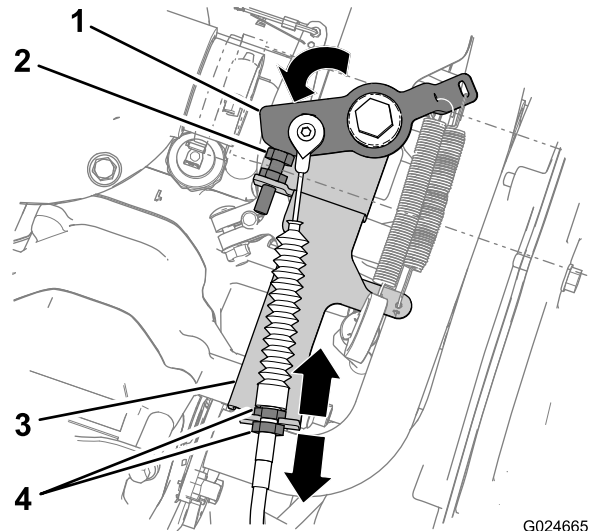

Figura 42
- Afloje la contratuerca interior del cable del acelerador y apriete la contratuerca exterior para reducir la distancia (Figura 42).
- Afloje la contratuerca exterior del cable del acelerador y apriete la contratuerca interior para aumentar la distancia (Figura 42).
4. Asegúrese de que las contratuercas del cable del acelerador están bien apretadas (Figura 42).